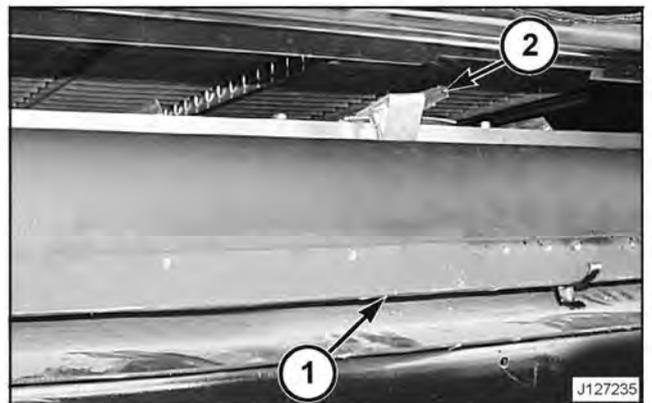

FIG. 195
FIG. 195: Para ajustar las aberturas de la zaranda, destrabe la tapa del marco de goma (1) de la parte posterior de la zaranda de limpieza para acceder a la palanca de regulación (2). Mover la palanca de regulación hacia la derecha para reducir el tamaño (cerrar) las aberturas y hacia la izquierda para aumentar el tamaño (abrir).